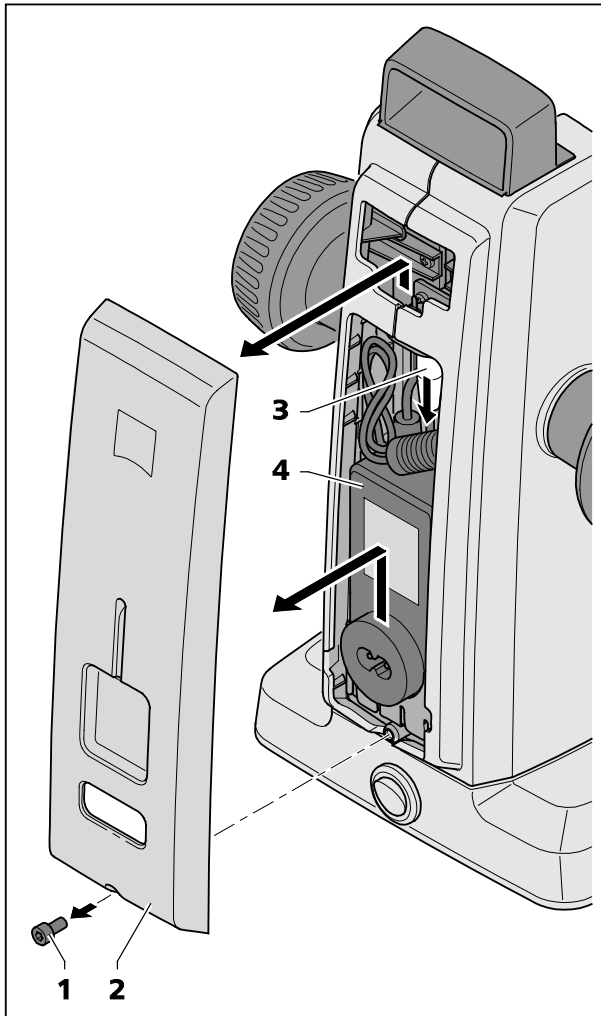

Bild 21 Netzteil wechseln
- Mit dem Inbusschlüssel die Schraube (Bild 21/1) an der Unterseite des Gehäusedeckels lösen.
- Den Gehäusedeckel (Bild 21/2) unten leicht abziehen und nach oben drücken.
- Den Stecker (Bild 21/3) lösen und das defekte Tischnetzteil (Bild 21/4) entnehmen.